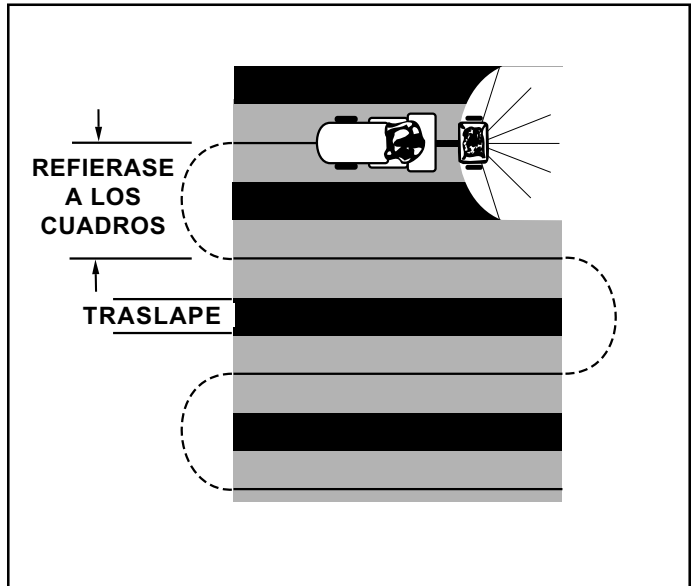

FIGURA 15
10. Para garantizar un cubrimiento uniforme, realice cada pasada superponiendo ligeramente el patrón de lanzado de la pasada anterior, según se muestra en la figura 15. Los anchos aproximados de lanzado para los diferentes materiales, se muestran en el cuadro de aplicación en esta página.